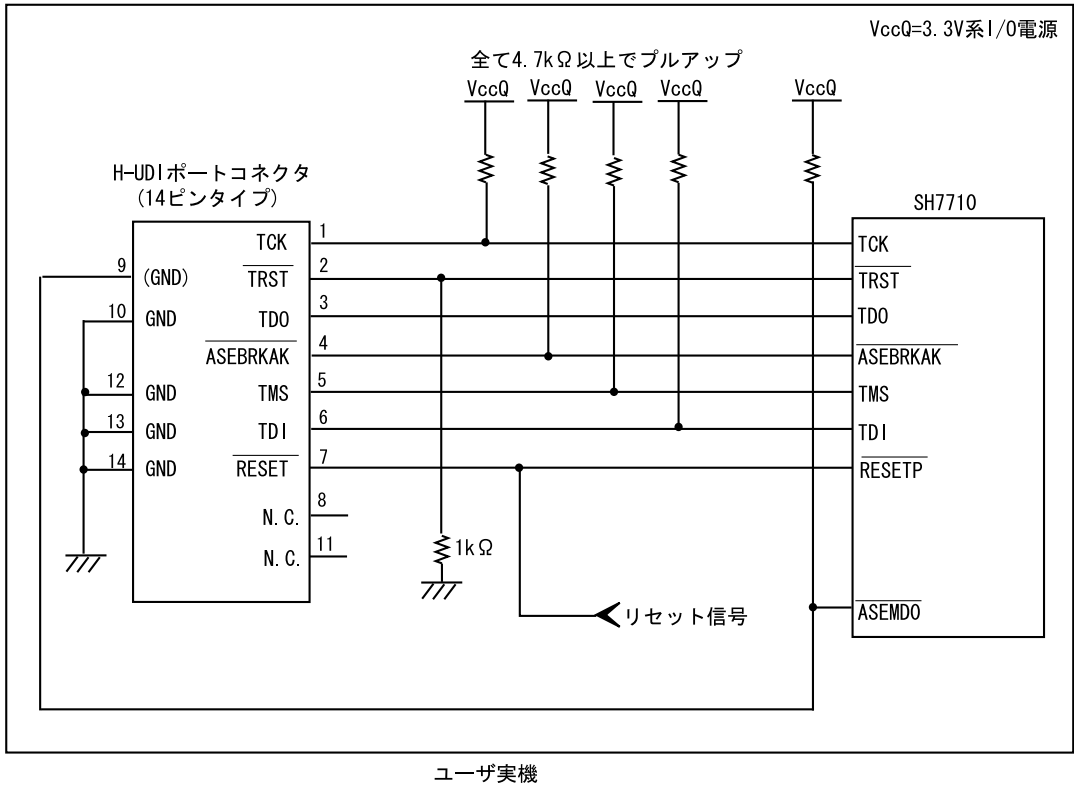

図 1.6 E10A-USB 使用時の H-UDI ポートコネクタ - チップ間の接続例
E10A-USB エミュレータ使用時の H-UDI ポートコネクタ(14 ピンタイプ)とチップ間の推奨接続例を図 1.5、UVCC 未接続時の接続例を図 1.6 に示します。
- 図 1.6 接続例で回路を組んだ場合の E10A-USB エミュレータのスイッチ設定：SW2=0, SW3=1 スイッチ設定の詳細は、「SuperH™ファミリ用 E10A-USB エミュレータユーザーズマニュアル デバッグ編 3.8 章 DIP スイッチの設定」を参照してください。